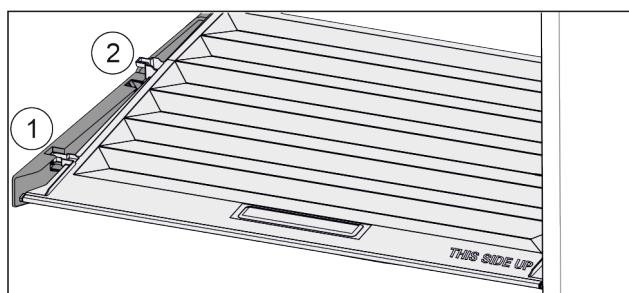

Fig. 48
- ▶ 将盖子向前拉 Fig. 48 (1)至定位件开口。
- ▶ 从下方抬起后端并向上将其移出 Fig. 48 (2)。